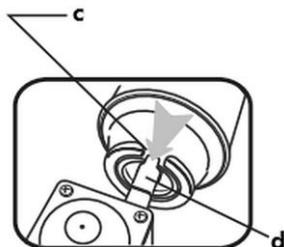

Fig. 7
1. Posizionare il regolatore rotante (17) sul segno OFF. (16) e la leva blocca bomboletta (20) nella posizione UNLOCK (14).
2. Sollevare il coperchio del vano bomboletta (6).
3. Inserire la bomboletta di gas (7) nel relativo vano (8) in modo che la cavità della flangia della bomboletta sia orientata verso l'alto, favorendo l'inserimento dell'estremità della valvola (d) del fornello a gas nella cavità (c). (Fig. 7)